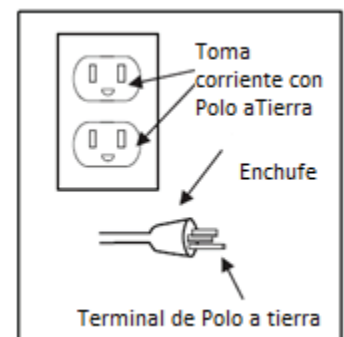

Figura 1
F. CABLE DE ALIMENTACIÓN: Este producto se debe ser usado con un voltaje nominal de 120 voltios con conexión a tierra como. Asegúrese de que el producto esté conectado a una toma corriente que tenga la misma configuración del enchufe (vea la Figura 1).